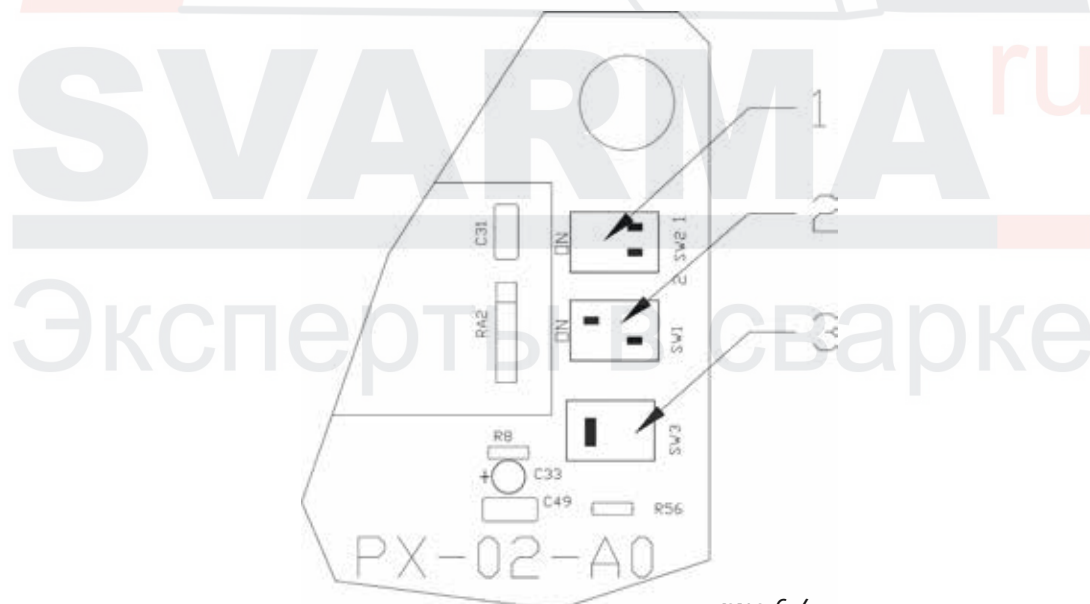

рис.6.4.
1) Предрасходная регулировка времени: Компьютер может выбирать различные варианты предрасходного времени в соответствии с режимом сварки. В том же режиме существуют два варианта предрасходного времени, короткое и длинное. Когда 1 из SW2 на дисплее PCB PX-02 (см. рисунок 6.4.) закрыт, выбирается короткое предрасходное время; когда он открыт – длительное.
2) Регулировка времени продува. В том же режиме существуют два варианта времени продува, короткое и длинное. Когда 2 из SW2 на дисплее PCB PX-02 (см. рисунок 6.4.) закрыт, выбирается короткое время продува; когда он открыт – длительное.